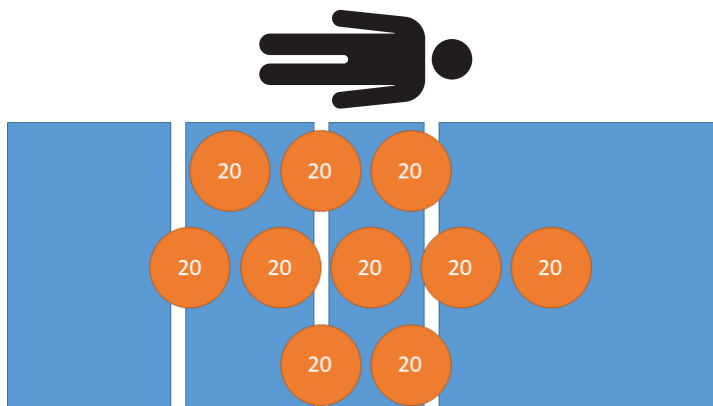

Figura 25 – Ensaio de repetibilidade - 200 kg
1. Utilizando pesos calibrados, coloque 200 kg no produto (Figura 25).